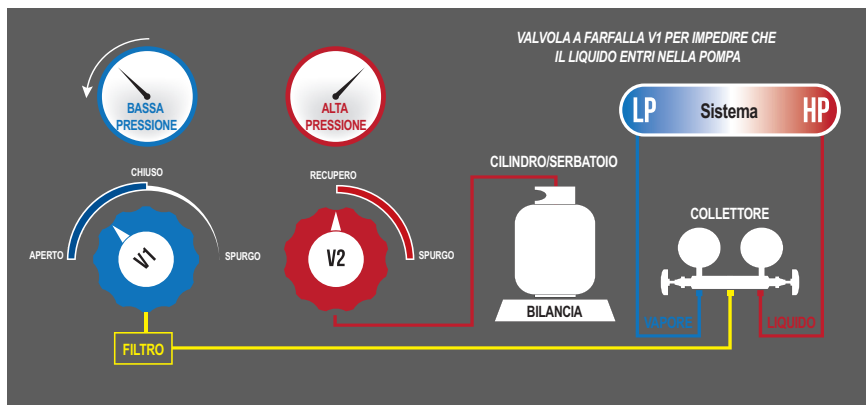

Figura 1 - Procedura per il recupero del refrigerante in modalità standard
- 3 Collegare un raccordo dalla valvola di scarico al serbatoio di recupero. Collegare gli altri raccordi tra i componenti del sistema, come indicato in Figura 1 a pagina 9.
NOTA: Assicurarsi che tutti i collegamenti siano ben saldi e che cavi e tubi non interferiscano con il processo di recupero. **Vedere Figura 1.**